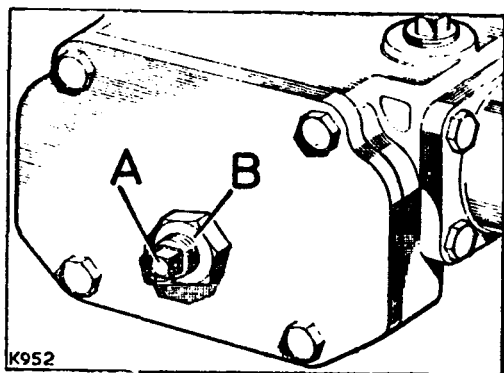

Fig. G1-60.- Tornillos de ajuste de la caja de engranajes.
- 3.14.- Situar la dirección en la posición correspondiente a ruedas delanteras alineadas con las traseras, punto medio del recorrido entre las posiciones extremas, y atornillar el ajustador, A (Fig. G1-60) con la mano hasta que no exista ningún juego longitudinal entre el tornillo de ajuste y eje de la caja de engranajes, apretando seguidamente la contratuerca, B, sin que se mueva el tornillo.